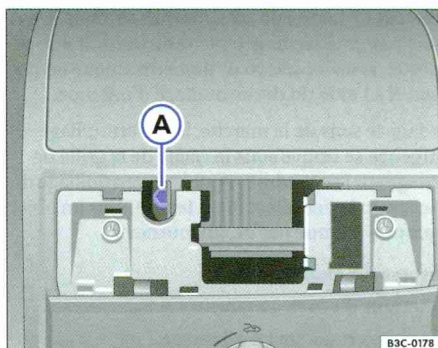

Fig. 182 Vis à six pans creux de fermeture du toit ouvrant coulissant/relevable
- Insérez une clé mâle pour vis à six pans creux¹⁾ de 4 mm, de commercialisation courante, dans la vis à six pans creux \Rightarrow fig. 182 (A).